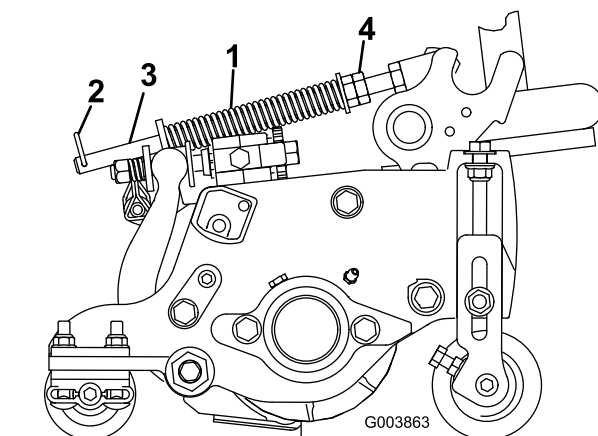

Рисунок 90
Пружина компенсации состояния грунта переносит вес с переднего на задний каток (Рисунок 90). Это препятствует образованию на грунте волнообразных неровностей (так называемых «волн» или «трясок»).
1. Убедитесь, что игольчатый шплинт вставлен в заднее отверстие штока пружины (Рисунок 90).
2. Затяните шестигранные гайки в передней части штока пружины так, чтобы сжатая длина пружины стала равна 12,7 см на машине с 5-дюймовыми режущими блоками или 15,9 см на машине с 7-дюймовыми режущими блоками (Рисунок 90).